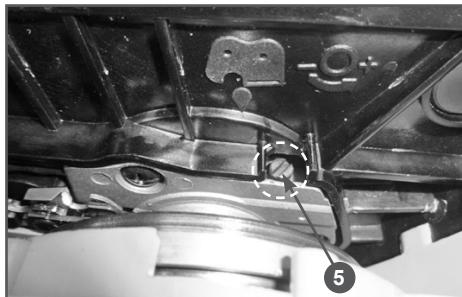

Рис. 12 Расположение регулировочного винта подачи масла
- Количество масла можно корректировать с помощью регулировочного винта А, который находится снизу бензопилы (Рис. 12). Это нужно для того, чтобы компенсировать изменение вязкости масла при работе в различных температурных условиях.